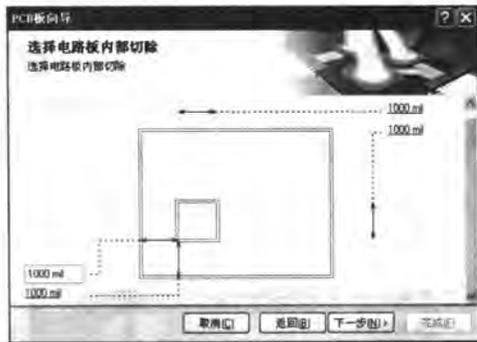

图 8-22 内部切除设置
- 【内部切除】:** 选中该复选框, 单击 **下一步(N) >** 按钮会进入内部切除窗口, 如图 8-22 所示。在该窗口中, 通过设置尺寸, 可以在 PCB 的内部切除一定大小的方形板块。此处不必选中